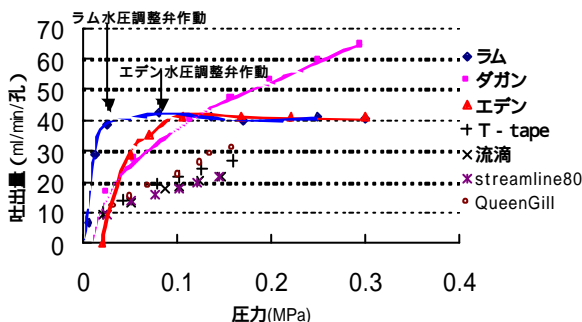

図2 圧力とチューブ1孔当たり吐出量(平成13年)
- 水圧調整弁付きのラム、エデンは点滴チューブ内が弁作動圧力以上では一定量の吐出量を示すが、弁作動圧力以下ではほとんど吐出ししない。また、ダガンは圧力に対する吐出量の変化が他のチューブに比較して大きい(図2、3)。